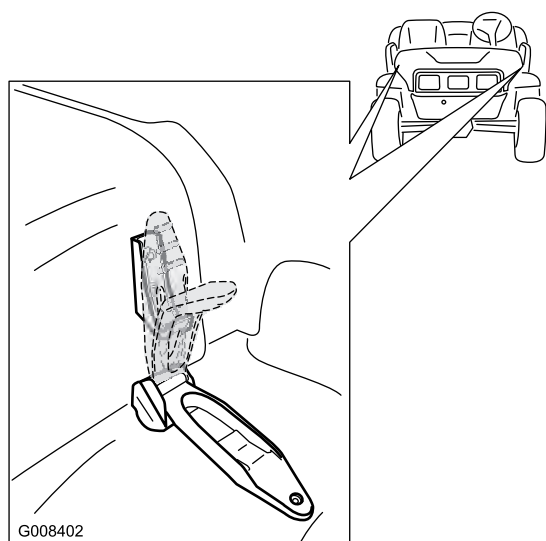

Figura 25
1. Allentate le linguette di gomma sui due lati del cofano (Figura 25).